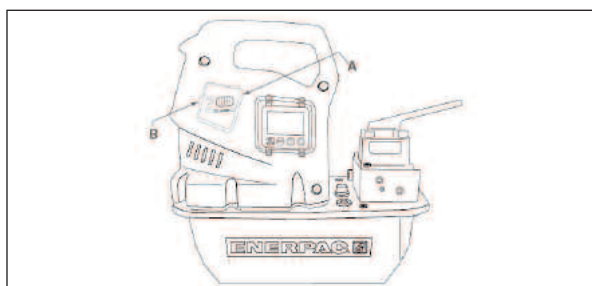

Fig. 8, smontaggio coperchietto spazzole
2. Svitare entrambi i coperchietti delle spazzole (A) flettendo il dispositivo di chiusura del coperchietto (B) e smuoverlo delicatamente con una leva verso l'esterno (vedere la Fig. 8).